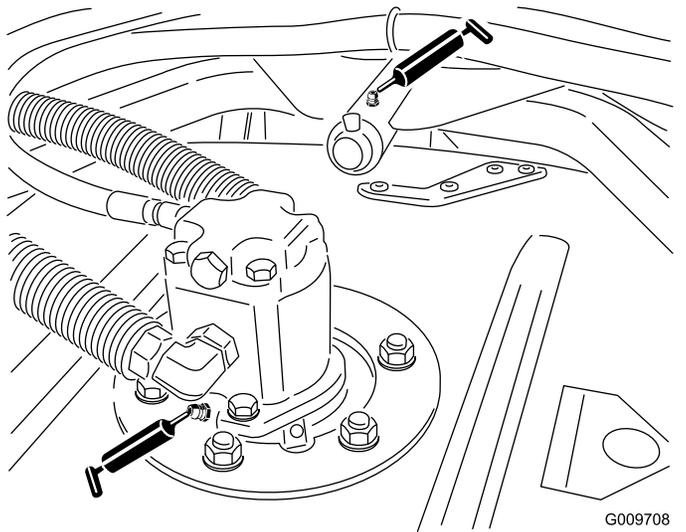

図 37
- 図 37に示す、刈り込みデッキのスピンドルシャフトのベアリングデッキ1台に2ヶ所
- 図 37に示す、刈り込みデッキのキャリアアームのブッシュデッキ1台に1ヶ所